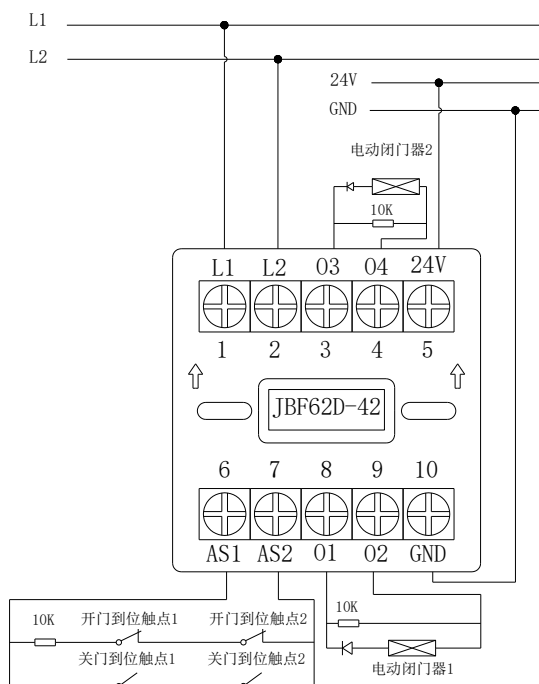

图 4 接线示意图
- ◆ 启动后输出DC24V：O1(端子8)和O2（端子9）：接被控设备1；O3(端子3)和O4（端子4）：接被控设备2。此时被控设备需串接二极管后与10kΩ电阻并联后接到O1与O2/O3与O4端之间，二极管正极与O2/O4端相连。启动后，O2/O4端输出DC24V。接线方式见图4。